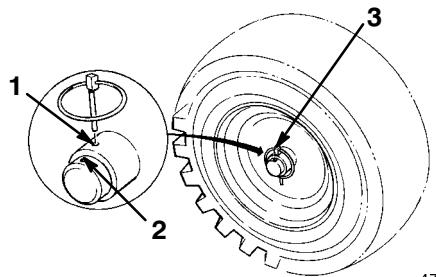

Figure 5
9. Glissez les roues vers l'intérieur et insérez les axes d'essieu dans les trous du moyeu et le trou **intérieur** de l'essieu (Fig. 5).